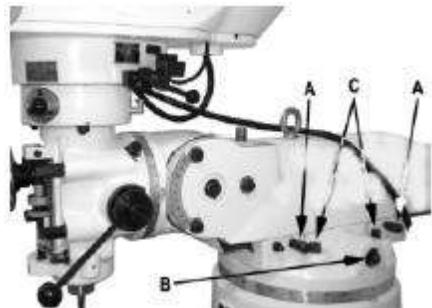

Рис. 22
1. Ослабьте два болта (A, рис. 22), креплящие ползун к его направляющим.
2. С помощью гаечного ключа на 14 мм поверните болт (B, рис. 22), чтобы переместить рычаг на его направляющих.
3. При достижении нужного положения надежно затяните болты (A, рис. 22).
1. Ослабьте четыре запорных болта (С, рис. 22), крепящие ползун в верхней части основания.
3. Затяните четыре запорных болта ползуна (С. рис. 22).